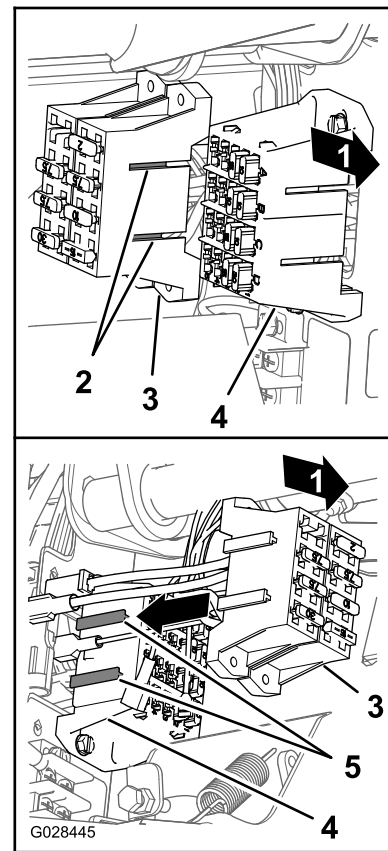

Figura 24
- Allineate i raccordi a T sul portafusibili dell'irroratrice alle fessure a T del portafusibili della macchina e fate scivolare il portafusibili dell'irroratrice nelle fessure fino a quando il portafusibili risulta saldamente in posizione (Figura 24).